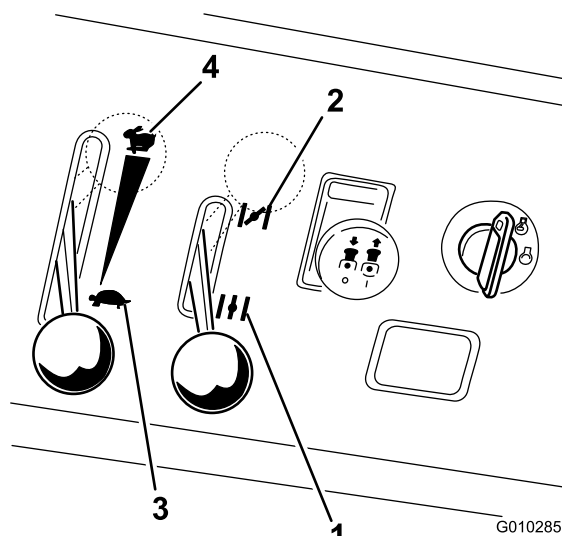

Figura 11
5. Si el motor está frío, mueva el control del acelerador a la posición **rápido** antes de arrancarlo (Figura 11).
4. Si el motor está frío, mueva el control del estérter a la posición **arranque** antes de arrancarlo (Figura 11).
7. Después de que el motor arranque, abra el estérter (Figura 11). Si el motor se cala o funciona irregularmente, vuelva a colocar el estérter en Cerrado durante unos segundos, luego mueva la palanca del acelerador al ajuste deseado. Repita este procedimiento tantas veces como sea necesario.
2. Ponga la palanca del acelerador en un punto intermedio entre las posiciones lento y rápido (Figura 11).